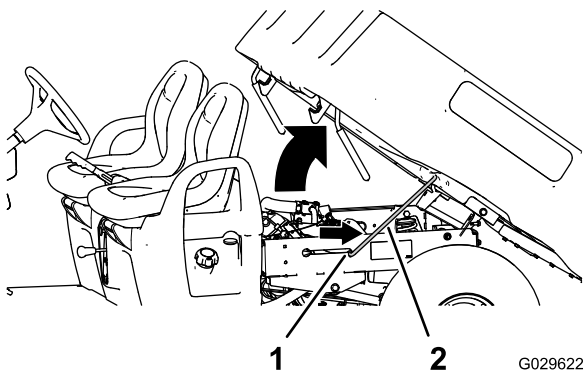

Figure 12
2. Placez la béquille de maintien dans la fente de verrouillage pour bloquer le plateau en position (Figure 12).
2. Tirez la béquille hors de la fente de verrouillage (Figure 12).